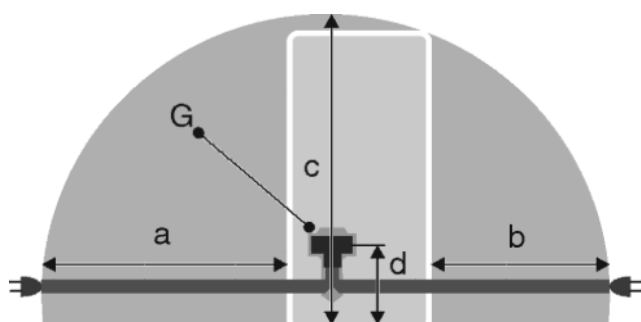

Fig. 48
- Розетка находится вне зоны задней стенки в данной зоне. Fig. 48 (a, b, c)
- ▶ Штекер устройства Fig. 48 (G) подсоединить с задней стороны устройства. Следить за правильной фиксацией.